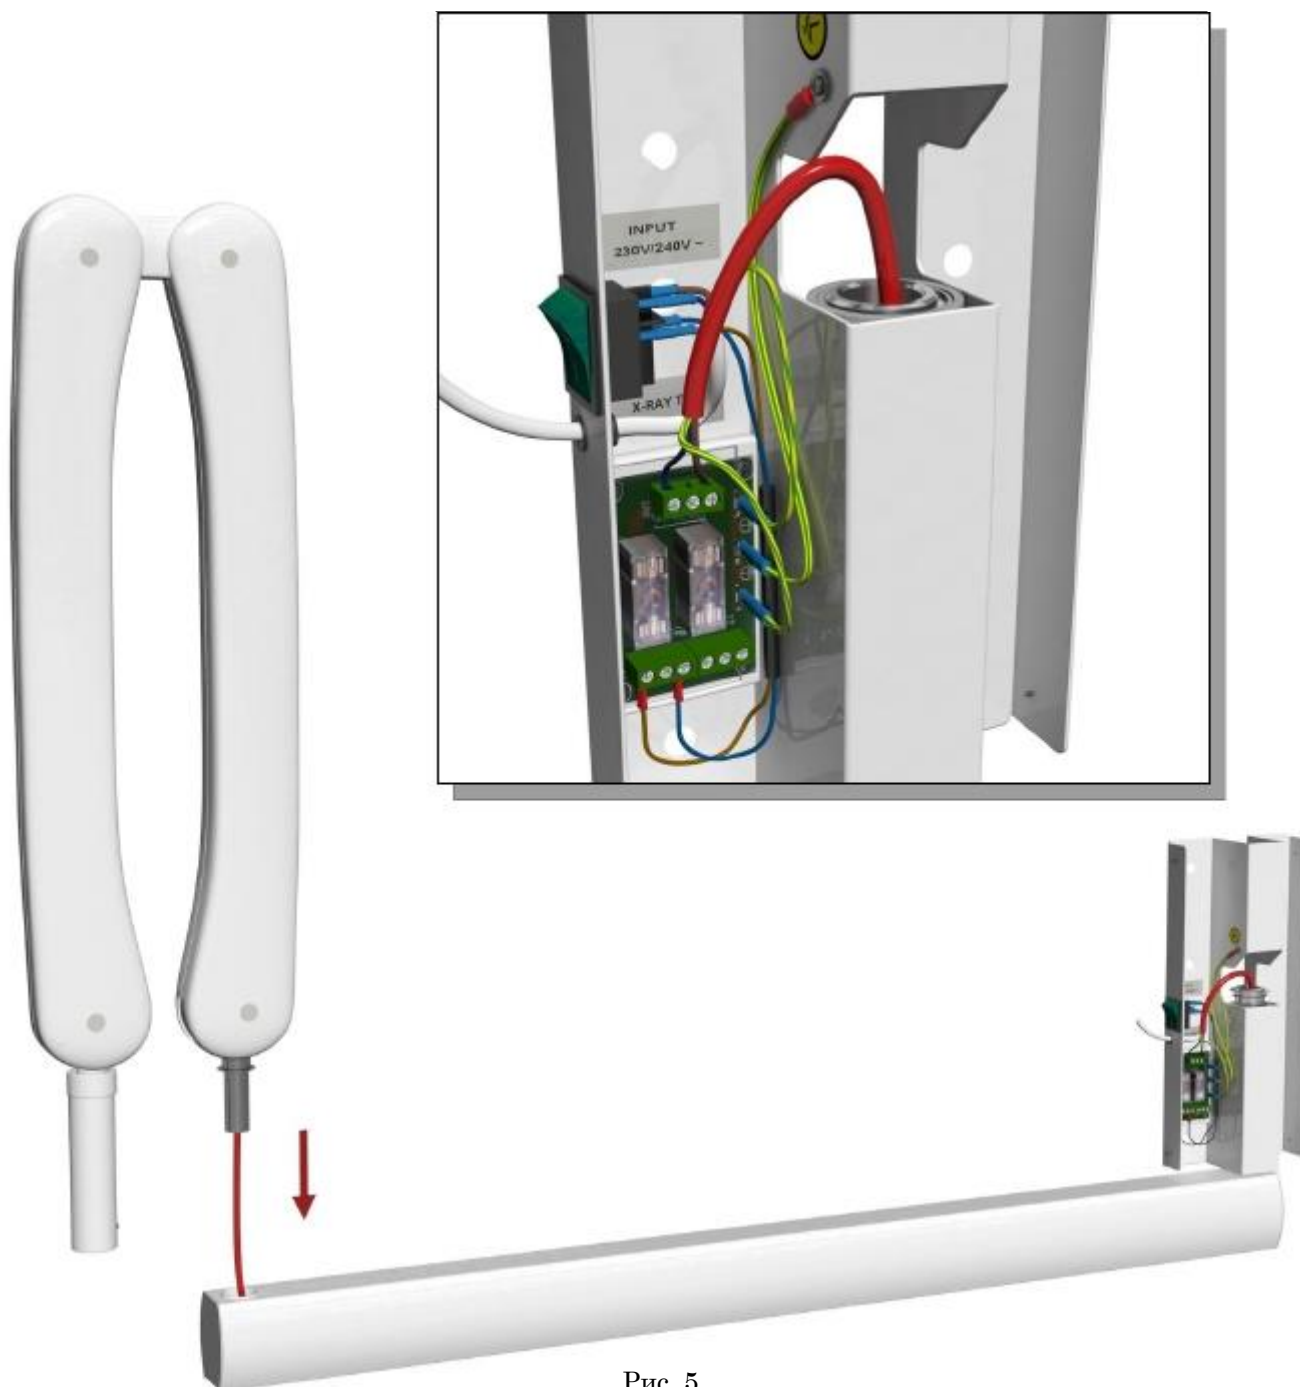

Рис. 5
- ✓ Вставьте плечо складное (C) в плечо опорное (B) и вставьте кабель, как показано на рис. 5. Закройте удлинение.